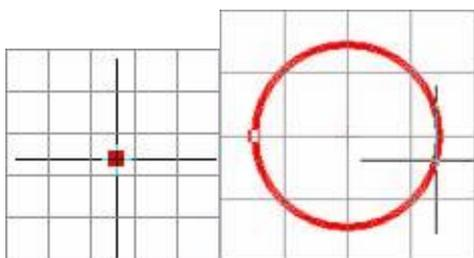

图 5 — 64 圆心选取 图 5 — 65 确定圆弧半径
(3) 将鼠标移动到合适位置，选择圆弧的半径，右击鼠标，如图 5 — 65 所示。
(4) 移动鼠标在圆弧的开始和结尾处时都单击鼠标，确定圆弧起始位置和终止位置，如图 5 — 66 所示。